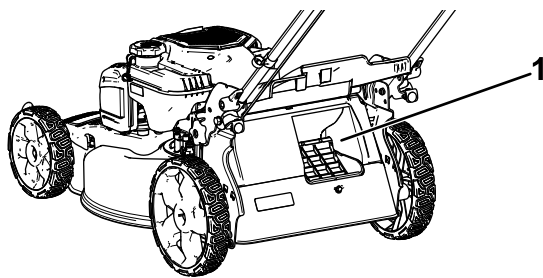

図 17
**重要** 適切に集草が行われるように、レバーの位置を変える前には、エンジンを止め、可動部が完全に停止するのを待ち、その後、バッグ・オン・デマンド・ドアやその他の開口部にたまっている刈りかすやごみを完全に取り除いてください 図 17。